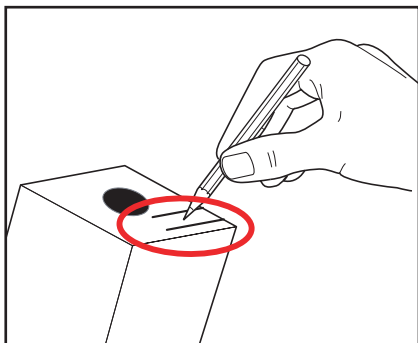

图 4
6. 请按照产品袋上的指示去做。请至少将失效日期写在产品袋上。（图 4）